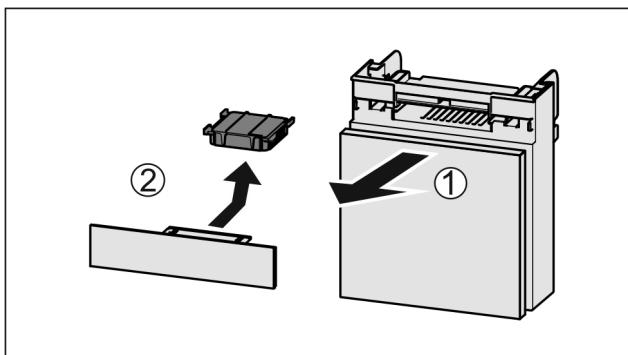

Fig. 152
- Потягніть Fig. 152 (1) відділення вперед.
- Витягнути Fig. 152 (2) фільтр з активованого вугілля.